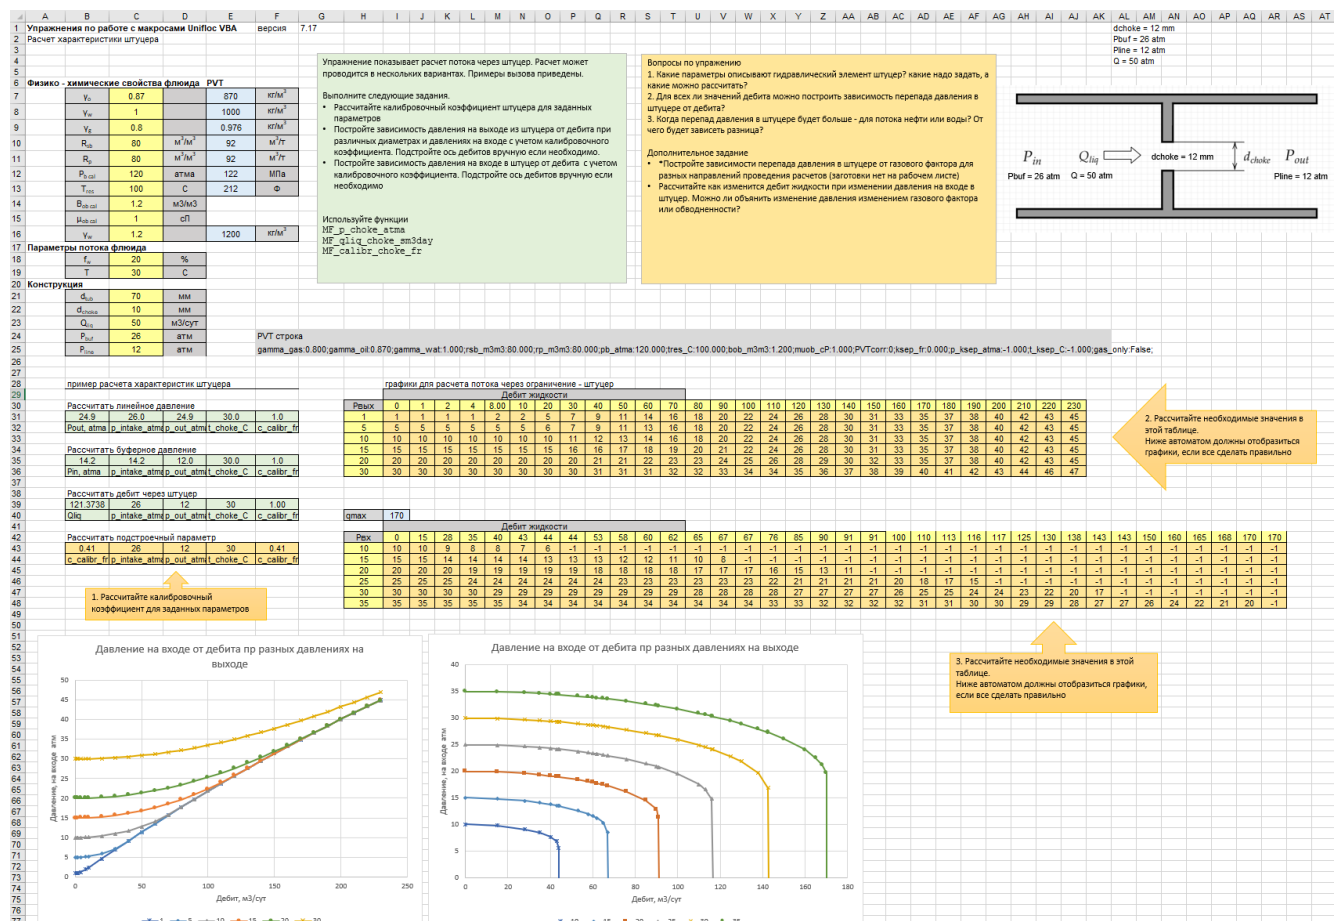

Рис. 1.9 — Упражнение `ex040.MF_choke.xlsx` со всеми заполненными полями
1. Откройте файл с упражнением `ex040.MF_choke.xlsx` (смотри рис.1.9).